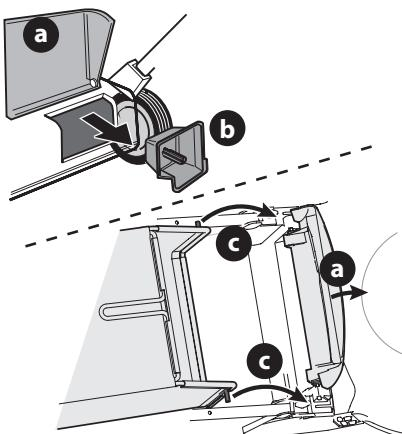

Figure 13
- Suivez les étapes ci-dessous pour installer le sac à herbe sur la tondeuse (Figure 13):